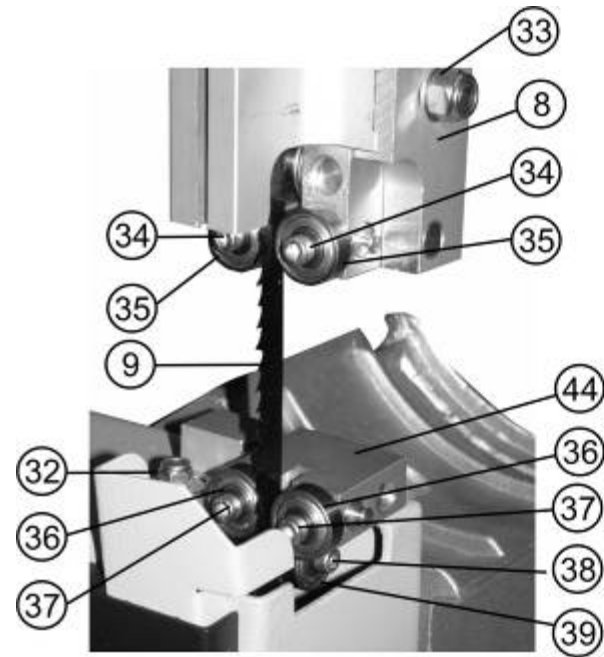

Рис. 12
11.5.1. Для выполнения качественной работы, уменьшения нагрузки на пильную ленту (9) и обеспечения техники безопасности при выполнении пиления заготовки, нижний край направляющих подшипников (35) верхней направляющей (8) необходимо установить на высоте не более 3мм от заготовки, Рис. 12.
11.6. Регулировка нижней и верхней направляющих пильной ленты (Рис. 12, 13)